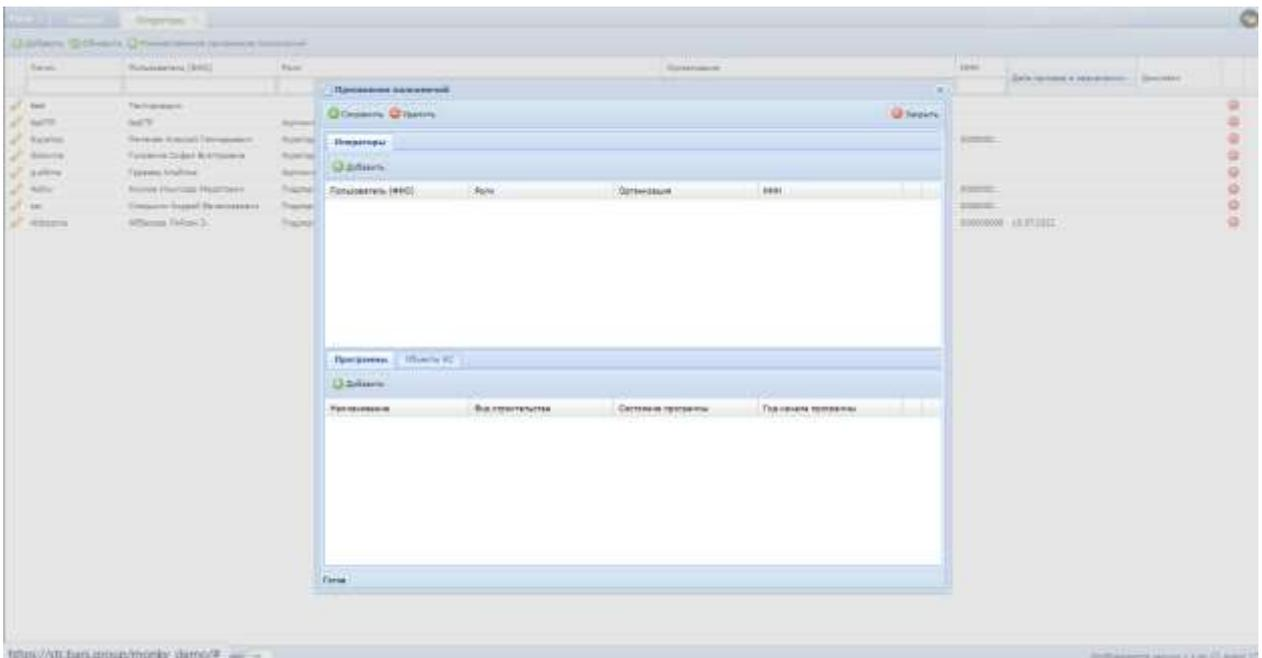

Рис. 384. Присвоение полномочий
- На вкладках «Программы» и «Объекты КС» выбираются программы/объекты, которые необходимо добавить/удалить в полномочия пользователей (Рис. 384)